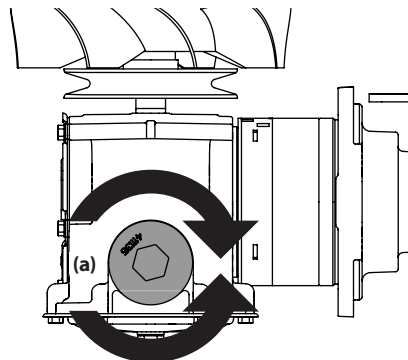

Figure 4-10
- Placez un récipient sous le bouchon de vidange (a) de la transmission. Retirez le bouchon (a) et vidangez l'huile de la transmission. See Figure 4-10.
3. Desserrez les contre-écrous (b) situés à l'arrière droit et gauche des boulons à œil (a). Voir Figure 4-10.